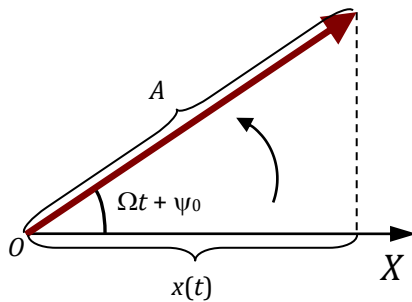

Рис. 2. Векторная диаграмма
Поставим в соответствие этому колебанию вектор длины A , равной его амплитуде. Направление вектора определяет фаза колебания $(\Omega t + \psi_0)$ – такой угол «**вектор-колебание**» составляет с полярной осью X (рис. 2). С течением времени вектор поворачивается против часовой стрелки с угловой скоростью Ω , а проекция конца вектора на ось X будет изменяться в точном соответствии с законом равенства (7).